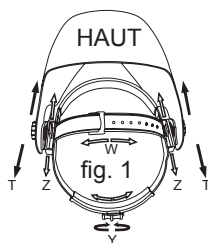

fig. 1
Vous pouvez agrandir ou raccourcir la circonférence du serre-tête en tournant le bouton situé à l'arrière du serre-tête (voir l'ajustement « Y » à la fig. 1). Cela s'effectue pendant que vous portez le masque et permet un réglage parfait de la tension, c'est-à-dire que le masque est ni trop lâche ni trop serré.
• Si le serre-tête remonte ou redescend trop, ajustez le harnais qui passe sur le dessus de votre tête. Pour ce faire, dégagez l'extrémité du serre-tête en poussant la goupille hors du trou percé dans le serre-tête. Faites glisser les deux portions du serre-tête, au besoin, pour en agrandir ou en raccourcir la circonférence et poussez la goupille dans le trou le plus près (voir l'ajustement « W » à la fig. 1).
Étape 1 : Débloquez le bouton de tension (voir « T » à la fig. 1) pour ajuster la distance verticale entre le masque et votre visage.
Étape 2 : Desserrez le bouton de tension gauche ou droit du masque et éloignez ou rapprochez celui-ci de votre visage en le faisant glisser (voir l'ajustement « Z » à la fig. 1). Il est important que chacun vos deux yeux soient à égale distance de la lentille. Sinon, l'effet d'assombrissement pourrait vous paraître irrégulier.